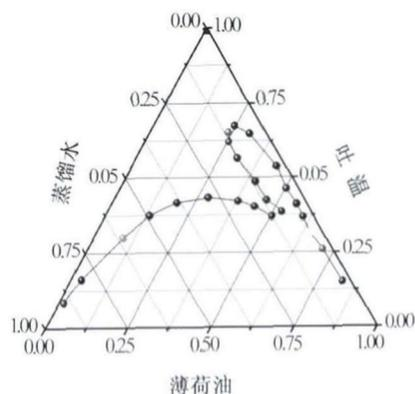

图5 三元相图
2.5 药物的增溶相图 三元增溶相图在药剂学处方优化中常要用到。以文献^[6]数据为例,用 Origin 来绘制相图,输入数据时注意将数据分组(先不分组,绘制出散点图,据散点的分布情况再将数据分组),上一组数据与下一组数据之间留有一行或几行空格将每组数据隔开,使其在绘制相图曲线时形成分段曲线。每组数据中以一个固定组分 A(X) 列自上而下进行 Sort worksheet 排列,否则不能形成正确的相图曲线。选中 A(X)、B(Y)、C(Z) 三列,点 Plot/Specialized/Ternary, 在三角图中出现各数据点。数据点的曲线连接,右击正三角形相图,选择 Plot Details, 在 Plot Details 对话框中将 Plot Type 设置为 Line + Symbol, 同时设置其他辅助参数,相图曲线可自动完整地绘制出来,见图5。据相图可观察薄荷油在哪个区域可以形成透明的薄荷油溶液等相关信息。如果要预测一个已知的组成比例在相图什么区域,可以用分层添加图层的方法来完成。